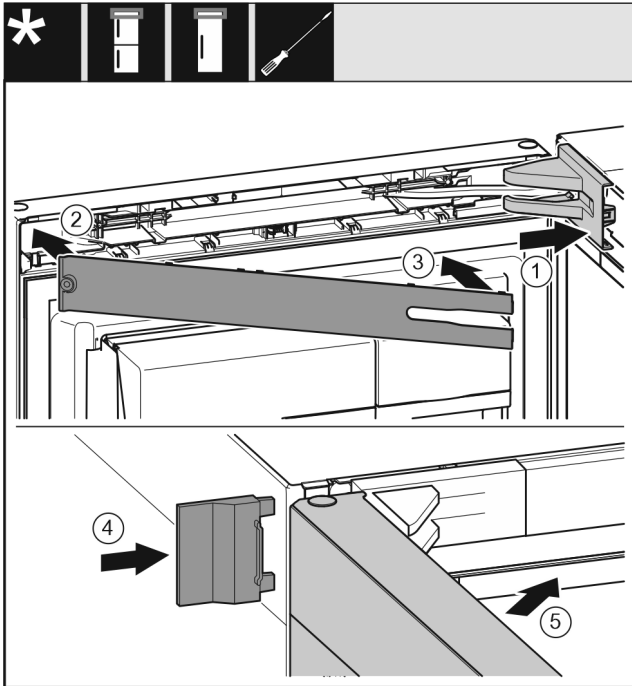

Fig. 32
- ▶ Lagerbockabdeckung Fig. 32 (1) aufsetzen und einrasten, ggf. vorsichtig auseinanderdrücken.
- ▶ Blende Fig. 32 (2) aufsetzen.
- ▶ Blende Fig. 32 (3) einschwenken und einrasten.
- ▶ Äußere Abdeckung Fig. 32 (4) aufschieben.
- ▶ Obere Tür Fig. 32 (5) schließen.